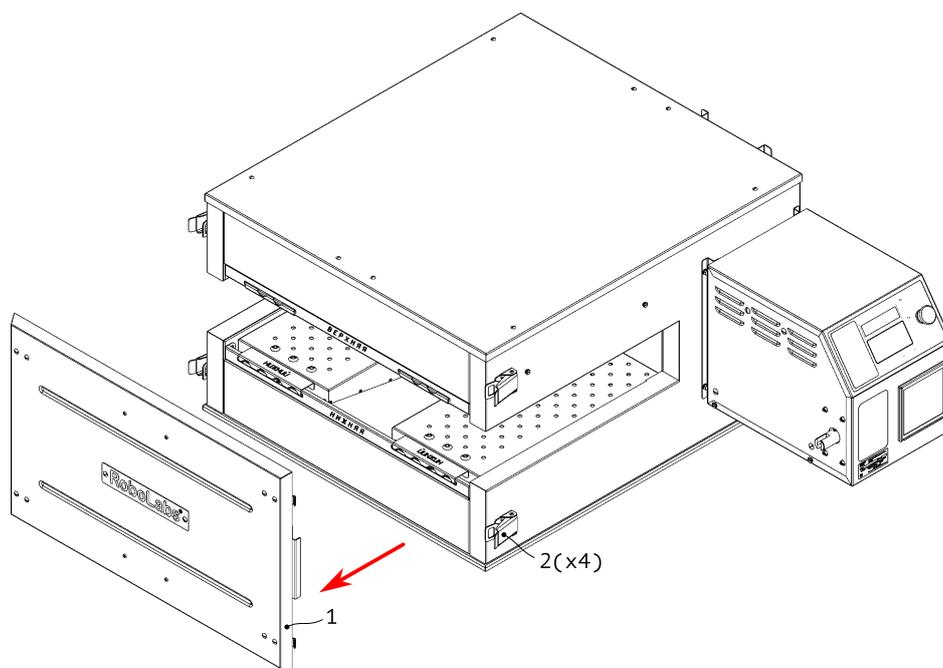

Рисунок 4
5. Снимите панель съёмную (1), открепив защёлки (2), см. Рис. 4.